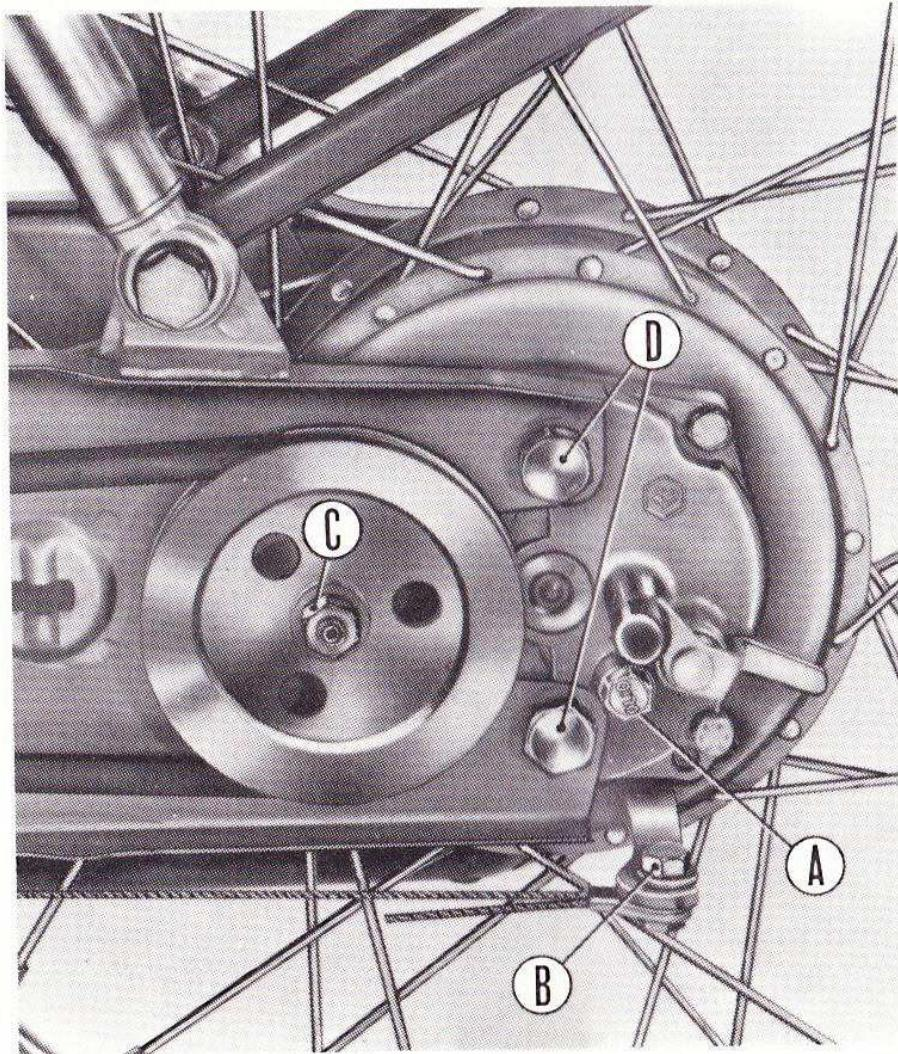

Abb. 19
**Beim Ausbau des Hinterrades** die seitlichen Deckel abnehmen (Abb. 11), Bremszug lösen (Abb. 19 - « B ») und die Kette von dem Zahnrad abmontieren (auf der Seite, die der in der Abb.
19 sichtbaren Seite gegenüberliegt), siehe Seiten 36-37; hintere Riemscheibe (Mutter « C », Abb. 19) abbauen. Dann die vier Befestigungsschrauben lösen (zwei v. diesen Schrauben sind auf der Abb. 19 - « D » sichtbar, die anderen zwei befinden sich auf der gegenüberliegenden Seite der Abbildung).
**Alle 8000 Km.** Ölstand in der Hinternabe kontrollieren (ESSO GEAR OIL ST 85 W-90 oder TOTAL EP SAE 90: siehe auf Seite 20 und Abb. 19) und in dem Telegabel Öl ESSOLUBE 20 W: siehe auf Seite 22 und Abb. 6) kontrollieren.